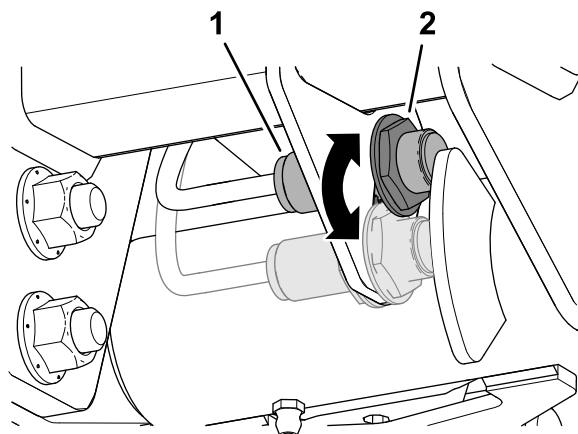

Figura 54
3. Desaperte a porca de retenção que fixa o interruptor do braço de elevação à placa do interruptor (Figura 54).